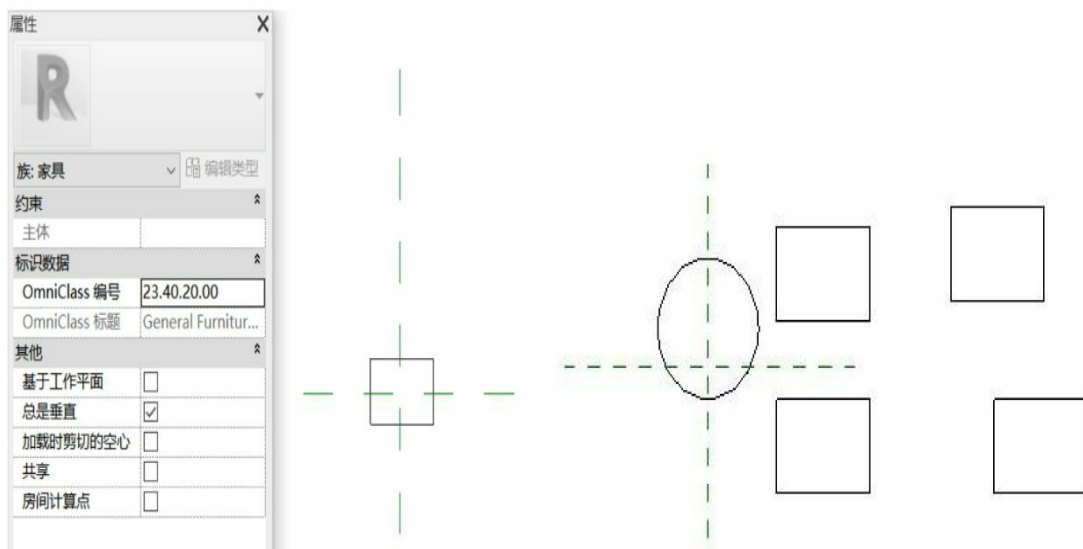

图6-19
(2) 在这里笔者要在载入项目后统计出嵌套族正方体的个数等信息，所以多载入几个，同时勾选正方体族中的共享选项，如图6-19所示。